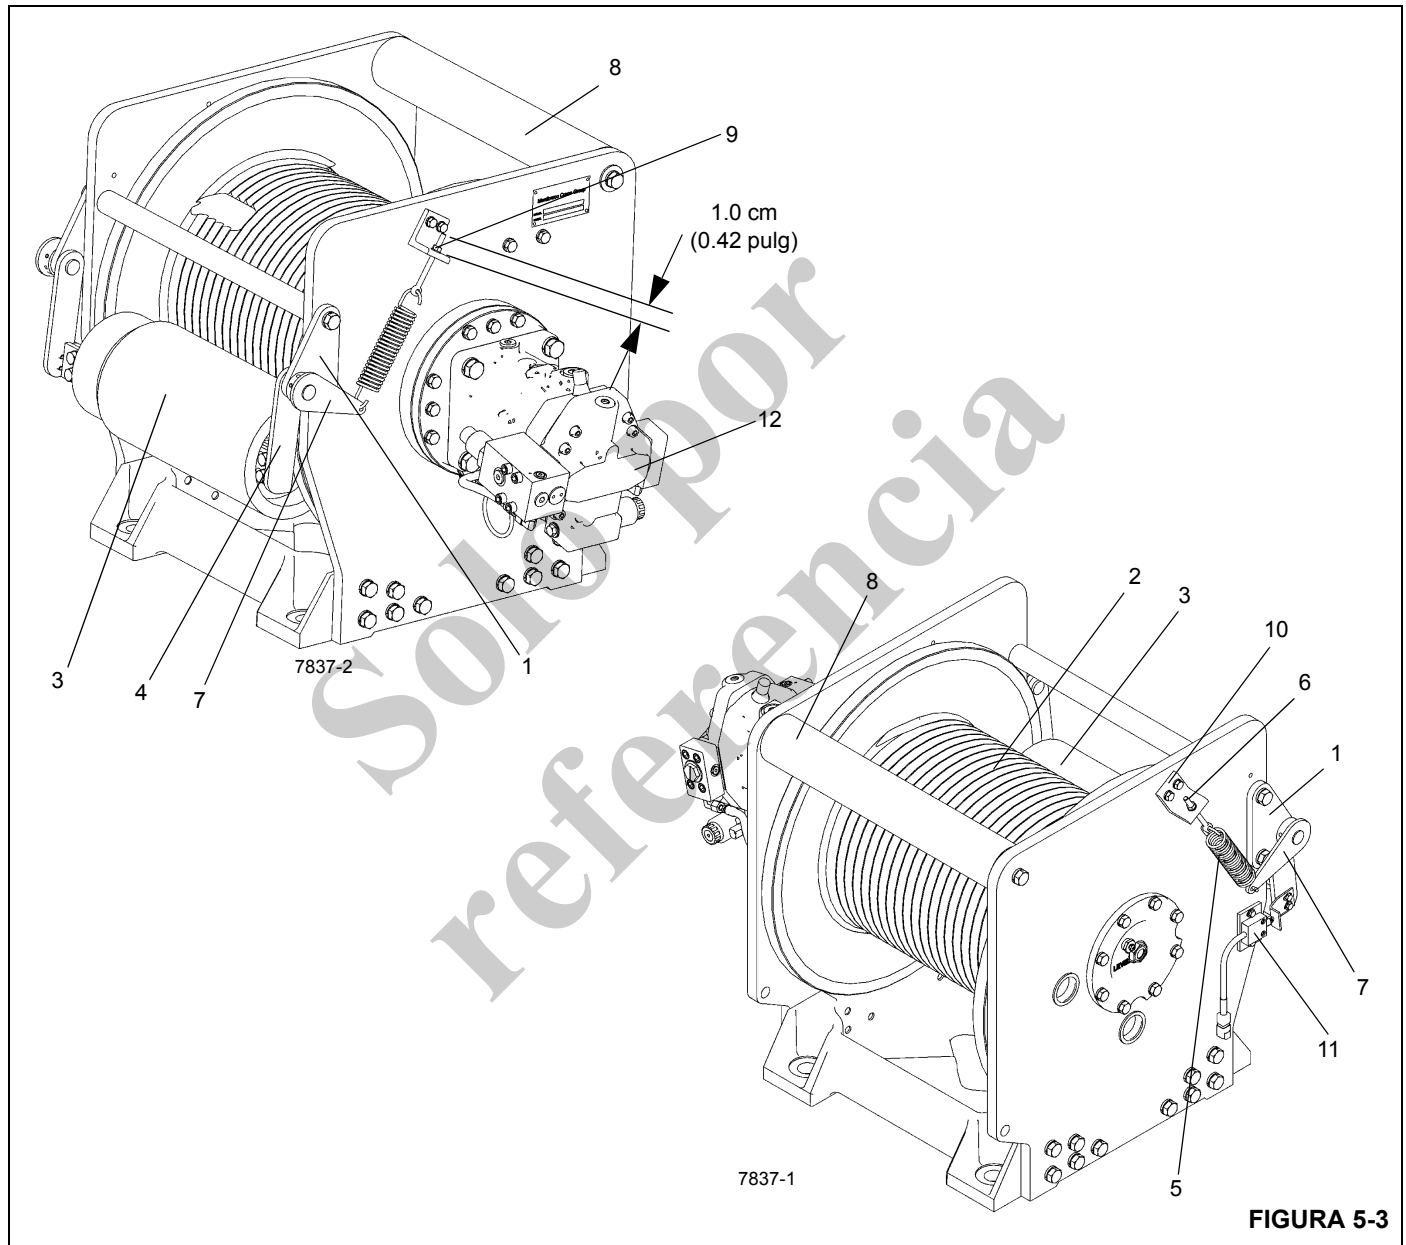

FIGURA 5-3
1. Retire el perno y la tapa terminal del lado derecho del rodillo intermedio (Figura 5-3).
1. Suelte las tuercas de ajuste y retire el resorte tensor y la barra de ajuste de ambos lados del malacate (Figura 5-3).